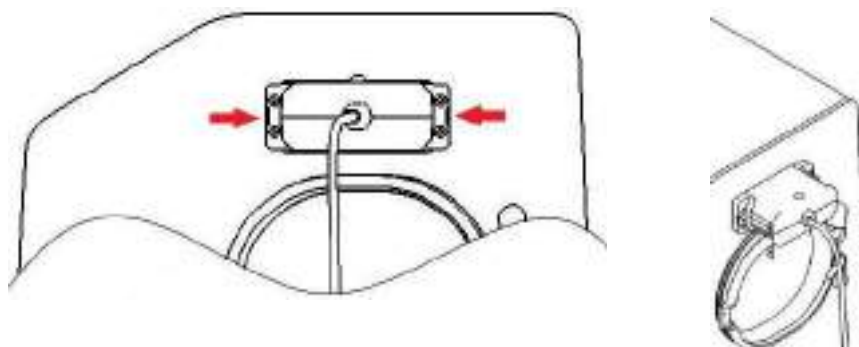

Figura 167 – Módulo dos sensores (calibrando O₂)
- Puxe as duas travas laterais e destrave o módulo dos sensores, ver figura 167;
- Puxe o módulo dos sensores do alojamento até ouvir um sinal sonoro, conforme figura 167;